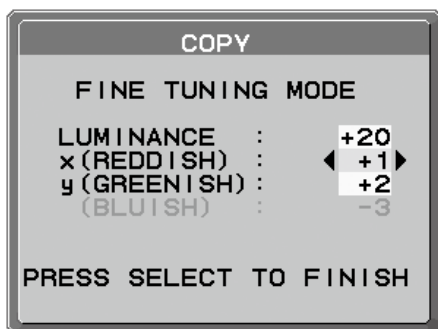

图 C.6
10. 出现 **FINE TUNING MODE**（细调模式）信息（图 C.6）时，如果对复制结果满意，则按 **SELECT** 键。如果对复制结果不满意，则使用“**LEFT**（向左）”和“**RIGHT**（向右）”键对白点进行手动细调。